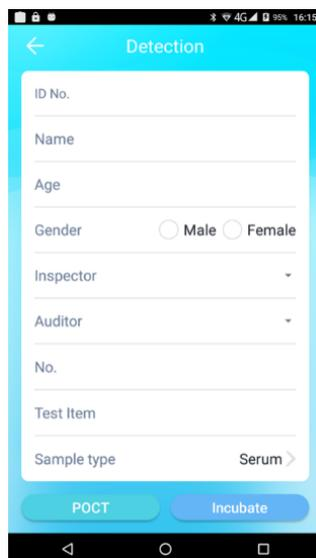

Figura 3- Interfaccia di test
- a) Fare clic su "Query" per restituire i record dei risultati dall'interfaccia di query (vedere la Figura 3)